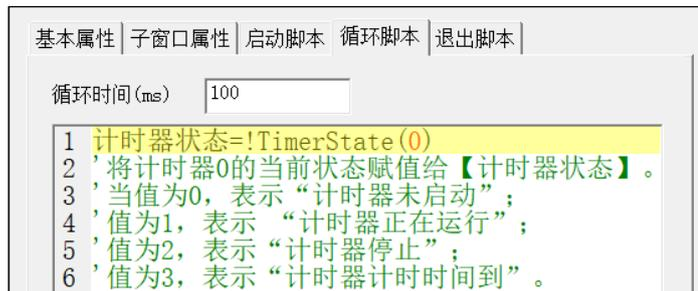

图 11.11-1 窗口循环脚本设置
- ③ 双击窗口空白处, 设置窗口的循环脚本时间设置为 100ms, 循环脚本设置如图 11.11-1 所示: